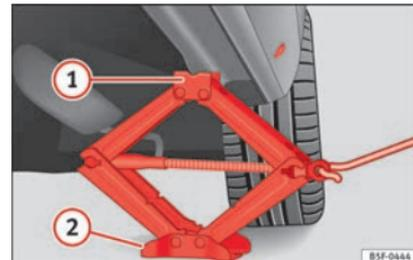

Fig. 74 Bas de caisse : placement du cric du véhicule.
- Tournez le cric*, placé sous le point d'appui du bas de caisse, pour le lever jusqu'à ce que l'ergot ① » » fig. 74 se trouve sous le logement en plastique prévu à cet effet.
- Alignez le cric* de sorte que l'ergot ① « s'encastre » » dans le logement en plastique prévu à cet effet sur le bas de caisse et que la plaque de base mobile ② repose sur le sol. La plaque de base ② doit tomber à la verticale par rapport au point d'appui ①.